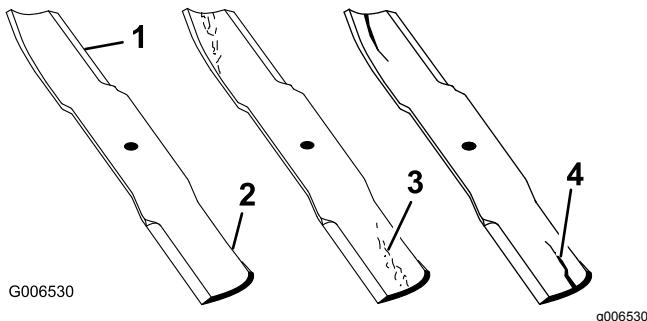

Figure 132
2. Examinez attentivement les tranchants de la lame, particulièrement au point de rencontre de la partie plane et de l'ailette, comme montré à la Figure 132.
Remarque: Le sable et les matières abrasives peuvent éroder le métal à cet endroit, c'est pourquoi il est important de contrôler l'état de la lame avant d'utiliser la tondeuse. Remplacez la lame si elle vous semble usée (Figure 132).